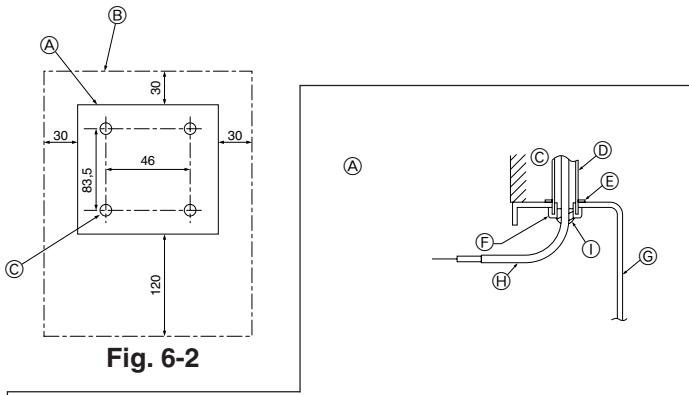

Fig. 6-2
(1) Välj installationsplats för fjärrkontrolle. (Fig. 6-2)